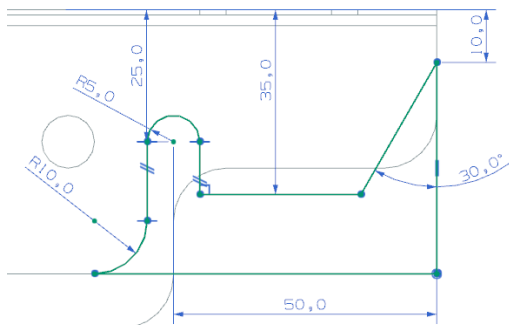

图 5-51 绘制草图
(2) 单击 按钮，进入草图设计环境，绘制如图 5-51 所示的裁剪轮廓线。单击“完成” 图标，草图绘制完毕。